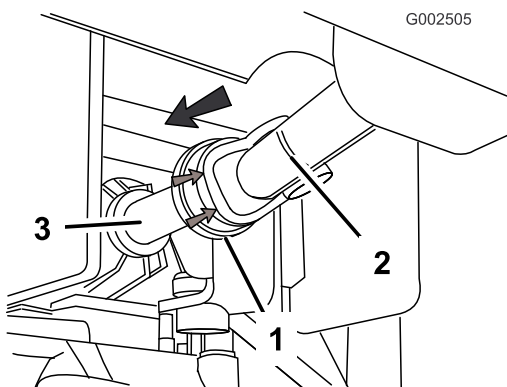

Figura 14
- Tire hacia atrás de la cubierta de goma de la parte delantera del árbol de la toma de fuerza (Figura 14).
- Instale el eje motor en el árbol de salida de la toma de fuerza (Figura 14).